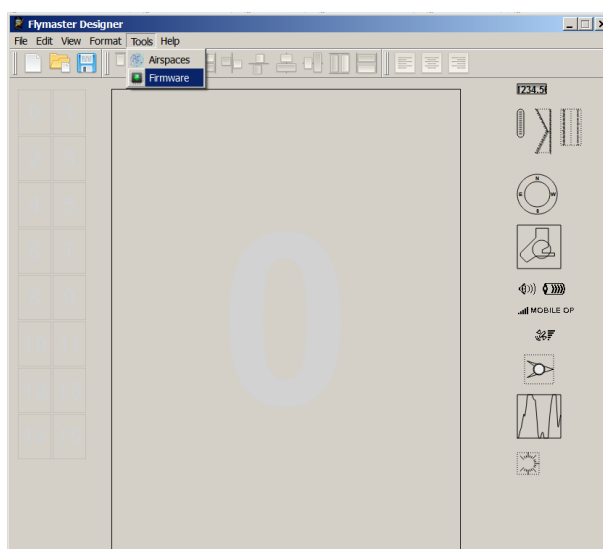

FIGURE 9.1 – Menu d'option du logiciel
2. Sélectionnez Tools->Firmware (voir Figure 9.1) ;